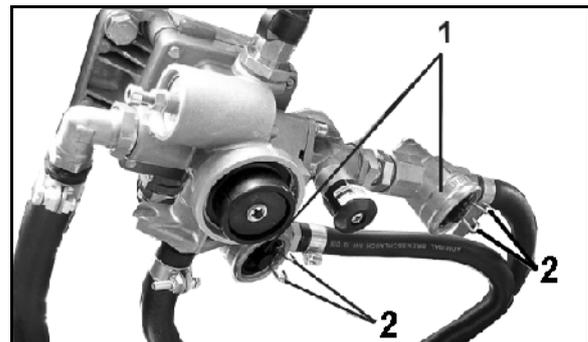

Fig. 83
Nettoyez les deux filtres de conduite (Fig. 83/1) tous les 3 mois (plus souvent si les conditions d'utilisation sont extrêmes). Pour ce faire,
1. comprimez les deux pattes de fixation (Fig. 83/2) et retirez l'élément d'obturation avec le joint torique, le ressort de pression et la garniture du filtre.